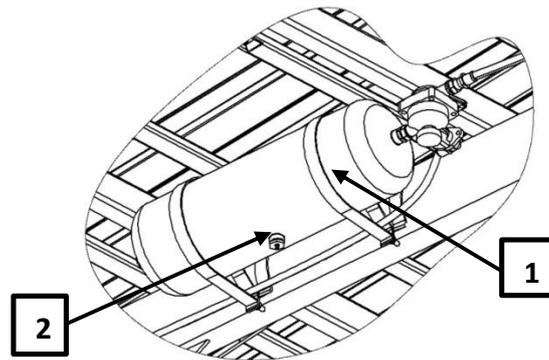

Abbildung 16. Entwässerung des Luftbehälters
- Das Entwässerungsventil (Pos. 2, Abb. 16) auf der Unterseite des Behälters öffnen.